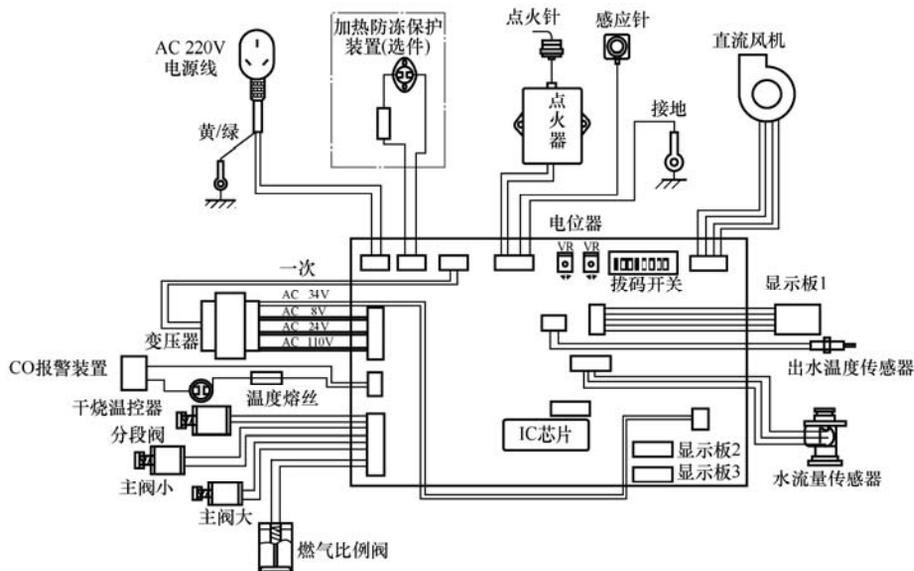

图 5-92 海尔 JSQ20-TFLB (ME) 型燃气热水器电气原理图
【要点点拨】海尔 JSQ20-TFLB (ME) 型燃气热水器电气原理图如图 5-92 所示。